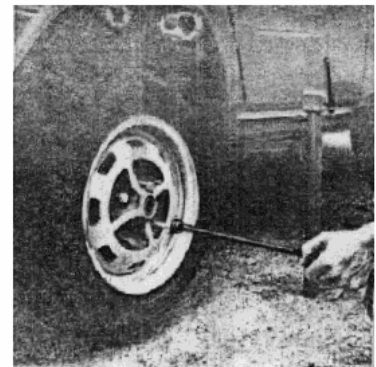

Fig. 3.
- Desserrer les vis et déposer les roues (fig. 3).